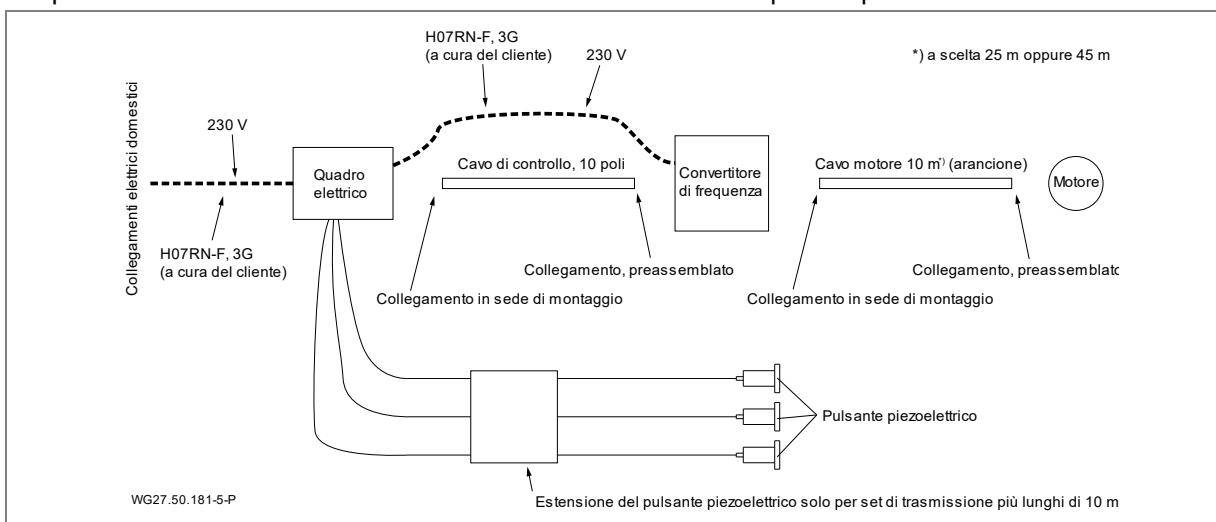

Fig. 19
14. Cablare i fili per il PTC (marrone o nero (BR1)/bianco (BR2)) in base allo schema elettrico. Vedere "Fig. 19" a pagina 24.